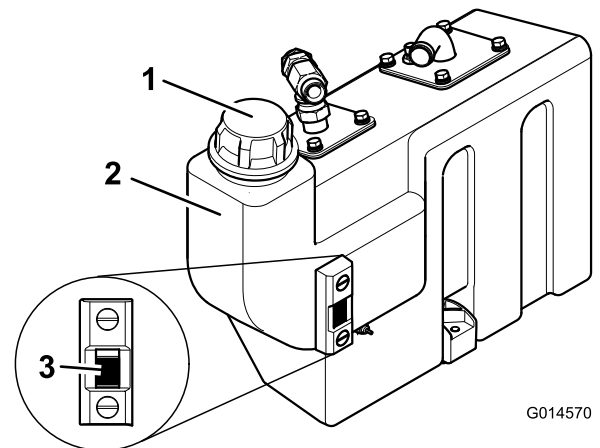

Bild 66
3. Wenn Hydrauliköl aufgefüllt werden muss, reinigen Sie den Bereich um den Füllstutzen und den Deckel des Hydraulikbehälters und nehmen den Deckel ab (**Bild 66**).